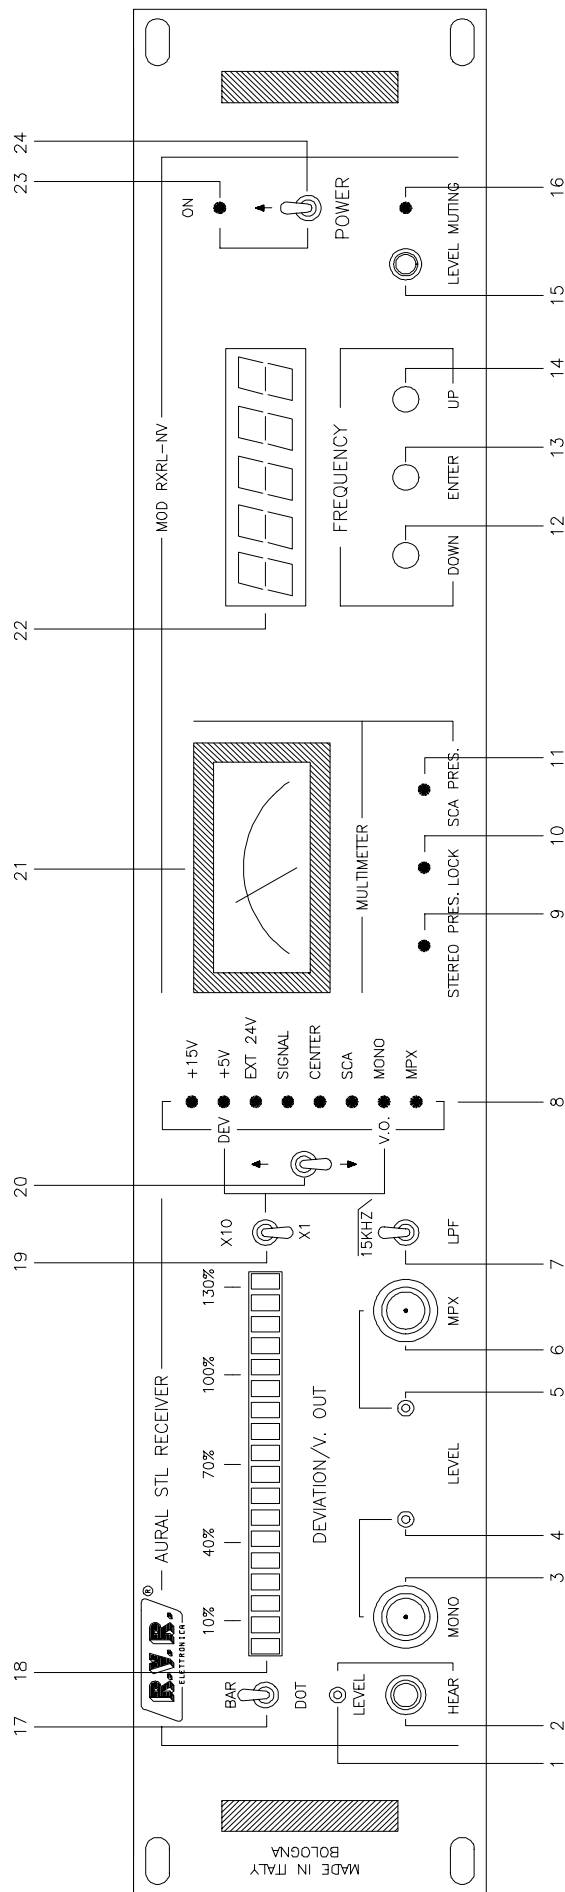

FIG. 1
Questo circuito provvede alla visualizzazione dei parametri di funzionamento del ricevitore: tensioni interne, CENTER (centratura del segnale) e SIGNAL (ampiezza del segnale). Queste misure vengono selezionate tramite un comando a levetta (20 Fig.1) e indicate dalla dicitura a fianco del led verde acceso (8 Fig.1): lo stesso comando permette di commutare la lettura di deviazione sul Modmeter (Mono, MPX o SCA). Queste misure vengono effettuate utilizzando le varie scale serigrafate sullo strumento:
Essa serve per regolare la soglia d'intervento del muting del ricevitore (di default = -83dBm) e visualizza lo stato di muting con il relativo led (16 Fig.1).
DESCRIZIONE DEL PANNELLO FRONTALE (FIG.1)
3) Posizionare l'interruttore di accensione su OFF (24 Fig.1).
5) Porre l'interruttore di accensione su ON e controllare l'accensione della spia verde POWER ON (23 Fig.1) e della spia verde relativa alla selezione dei parametri interni nella posizione SIGNAL.
Dopo qualche secondo si accenderà il display centrale (22 Fig.1) che indicherà un numero (es.1750.00): tale valore corrisponde
Per cambiare tale valore agire sui pulsanti UP (14 Fig.1) o DOWN (12 Fig.1) per portare l'apparato sulla nuova frequenza.
Raggiunto il nuovo valore, premere il pulsante ENTER (13 Fig.1) per confermare tale valore.
6) Collegare un analizzatore audio alle uscite MONO (3 Fig.6) o MPX (6 Fig.1).
Verificare che lo strumento di misura analogico (21 Fig.1) esegua la lettura di 1mV.
7) Selezionare tramite il selettore (20 Fig.1) la misura CENTER e verificare la centratura del segnale ricevuto.
Porre il deviatore di selezione del fondo della scala dell'indicatore di modulazione (19 Fig.1) su X1.
Collegare l'analizzatore audio all'uscita MONO (3 Fig.1).
Verificare l'accensione della barra di led (18 Fig.1) fino al primo led rosso equivalente al 100% di deviazione (equivalente a 100KHz); con il deviatore sulla posizione DOT si avrà l'accensione del solo primo led rosso mentre sulla posizione BAR quella di tutti i led verdi e del primo led rosso.
9) Collegare l'analizzatore audio all'uscita MONO (6 Fig.1).
10) Iniettare un segnale di livello -83dBm e ruotare il trimmer R2 di regolazione del MUTING (15 Fig.1) fino a che si accende il led rosso del Muting (16 Fig.1), l'audio viene disinserito automaticamente e la barra di led della Modmeter si spegne.
11) Il regolare funzionamento del led STEREO PRES. (9 Fig.1) può essere verificato solo con la presenza di uno Stereo Decoder opzionale.
Mentre per quel che riguarda il led SCA PRES. (11 Fig.1) lo si può verificare solamente all'atto della ricezione di un segnale SCA e con un SCA decoder opzionale.